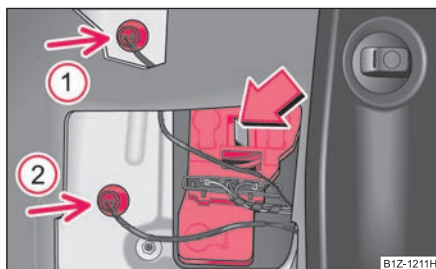

Fig. 255 Demontarea suport-
- Scoateți becurile lămpii (săgeata ① și ②) ⇒ fig. 255.